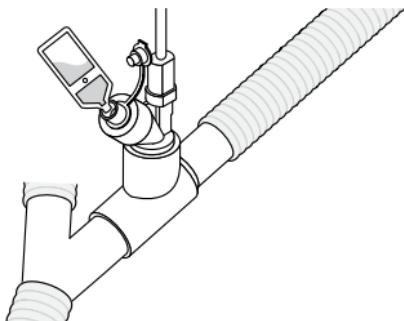

Figura 14. Riempimento del nebulizzatore con una fiala precaricata
2. Immettere il farmaco nell'attacco di riempimento del nebulizzatore tramite una siringa o una fiala precaricata (figura 14).